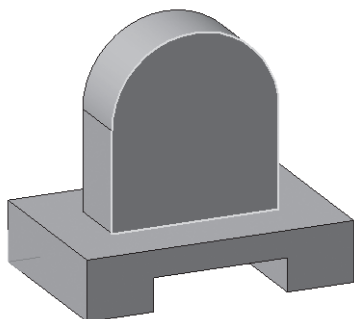

Рис. 191
- выделите переднюю грань (рис. 191);